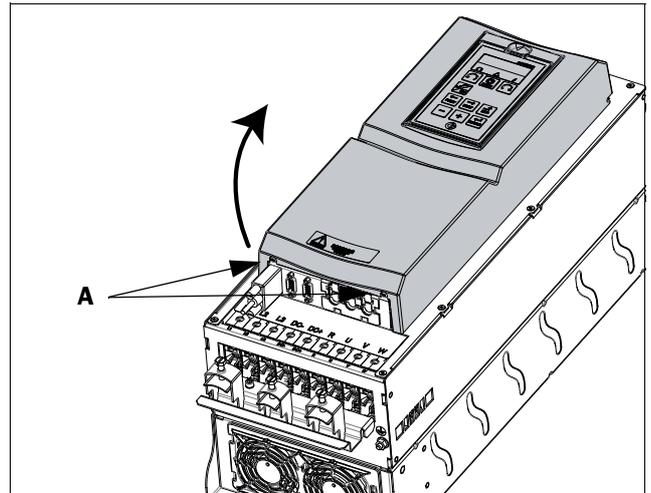

Fig. 22 Quite la cubierta frontal en los tamaños C2-F2 (esquema).
- Afloje los dos tornillos A (consulte la Fig. 22) de la parte inferior de la cubierta un par de vueltas (no los retire).